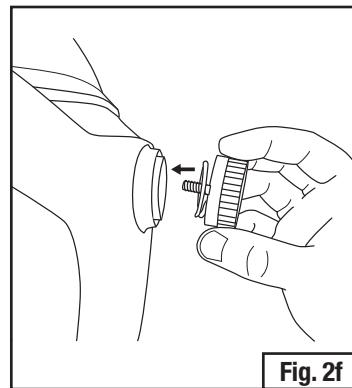

Fig. 2f
- Sostén la careta y la protección de la cabeza en su lugar, y ajusta la careta de soldadura sobre la leva y los postes de los pivotes. Asegura cada lado de la careta de soldadura atornillando una perilla accionada por resorte en una leva y un poste de pivot a cada lado de la careta de soldadura (Fig. 2f).